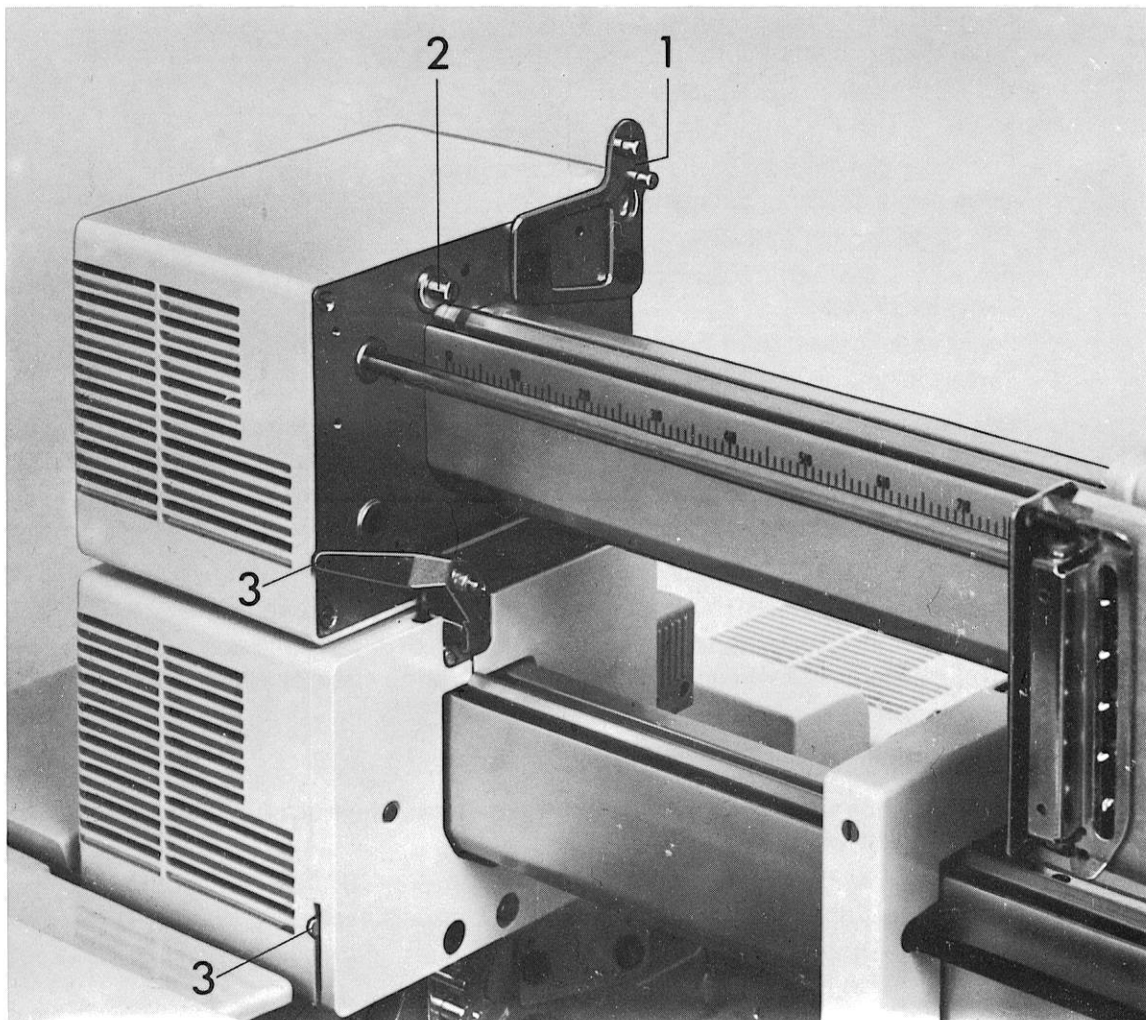

Abb. 13 EFE, Befestigungselemente
Oberhalb jeder EFE, auch an der MKE und am Maschinentisch, sind Lagerplatten (1) Abb. 13 angebracht, auf welche eine EFE aufgesetzt werden kann.
Die Bedienungselemente sind aus Abb. 13 ersichtlich.